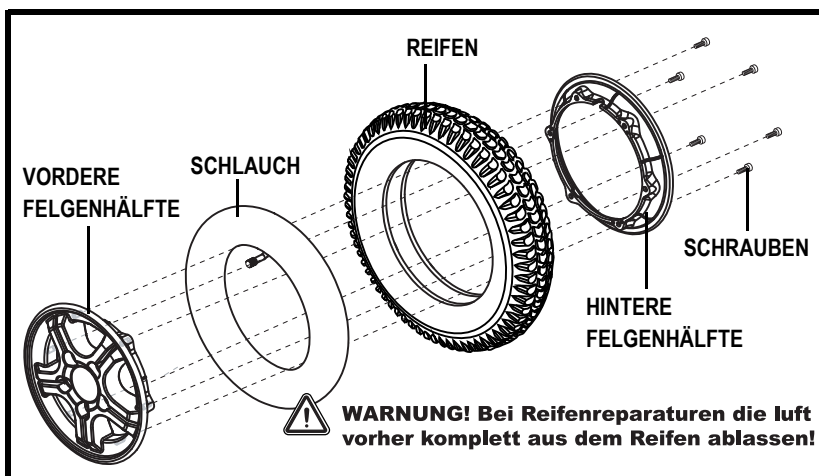

Abb. 26. Zerlegtes Antriebsrad des Quantum 6000Z
6. Die Schraube entfernen und die vordere und hintere Felge trennen. **Siehe Abbildung 26.**
10. Die fünf (5) Radmuttern wieder installieren und festziehen.